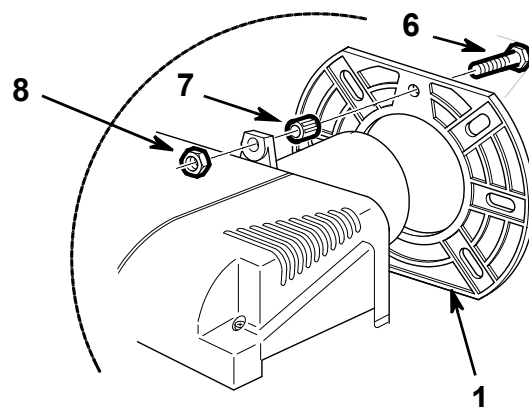

Fig. 5
- Fixer le boulon 6) et l'écrou 7) sur la bride 1) comme montré sur la Fig. 5.